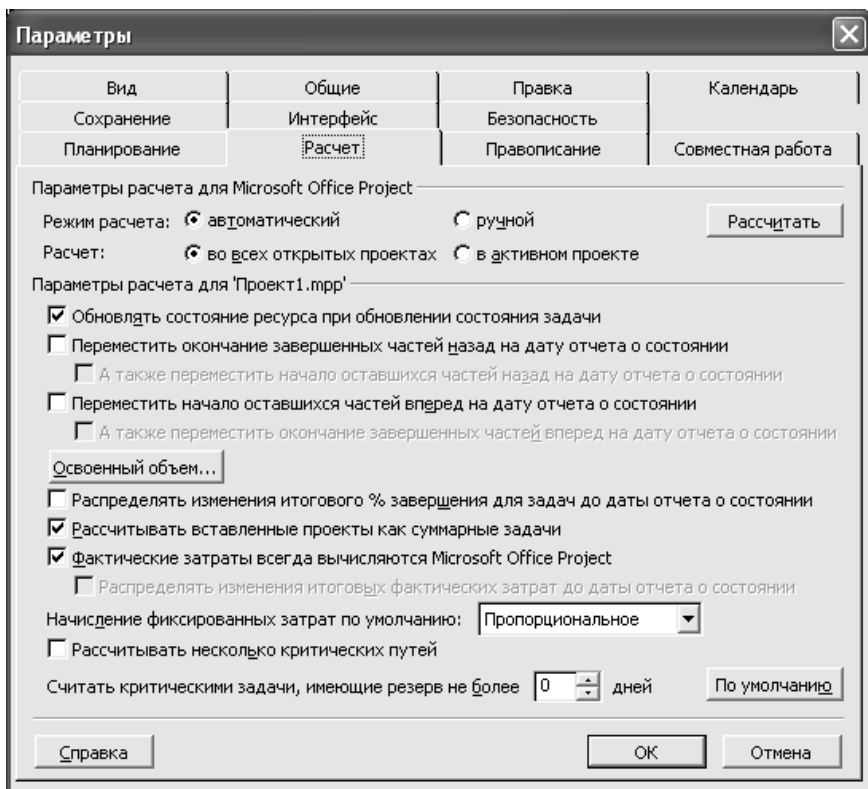

Рис. 56. Налаштування для відображення фактичних витрат
1. У меню **Сервіс** виберіть команду **Параметри...** У вікні **Параметри** перейдіть на закладку **Розрахунок** (рис. 56).